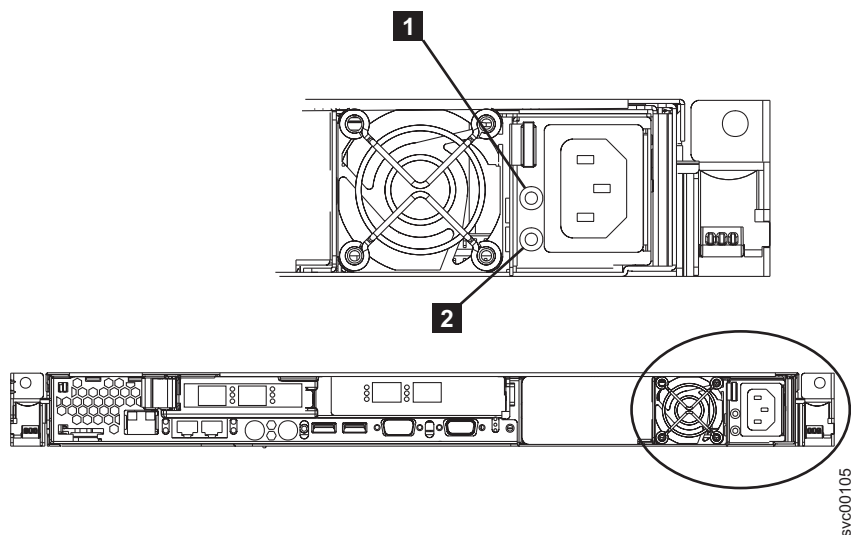

図 187. SAN ボリューム・コントローラー 2145-8F4 または SAN ボリューム・コントローラー 2145-8F2 の AC 電源 LED と DC 電源 LED
5. 電源装置ファンが始動し、電源装置上の AC 電源 LED **1** と DC 電源 LED **2** が点灯し (603 ページの図 187 を参照)、電源装置が正しく作動していることを示していることを確認してください。